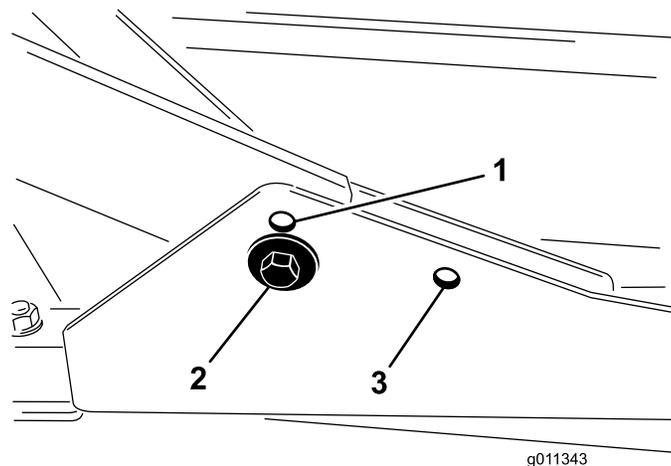

図 15
2. 刈高を 63100mm にセットする場合には、前キャリアフレームを上側の穴に取り付けます 図 15。
1. 刈高を 2076mm にセットする場合には、前キャリアフレームを下側の穴に取り付けます 図 15。
後Cuttingデッキは、刈り高に関係なく後側の取り付け穴を使って取り付けます 図 15。